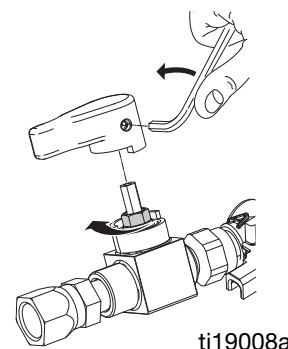

FIG. 10 Dado premiguarnizioni delle valvole del materiale
3. Allentare la vite di regolazione e rimuovere la leva. Vedere FIG. 10.